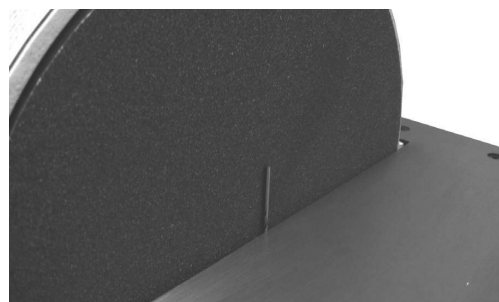

Fig. 05
4. Utilisez un foret de perçage de 1,5 mm en tant que repère. Placez le foret de perçage entre le disque et le côté intérieur de la table. Maintenez la table contre le foret de 1,5 mm et serrez les quatre boulons hexagonaux. (voir Fig. 05)